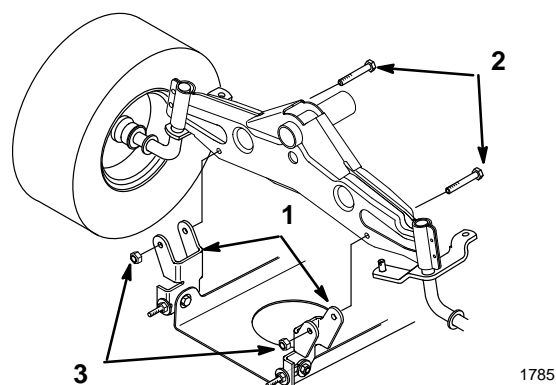

Abbildung 43
5. Die schwenkbaren Mähwerkbügel mit Schrauben und Sicherungsmuttern an der Vorderachse anbringen (Abb. 43).